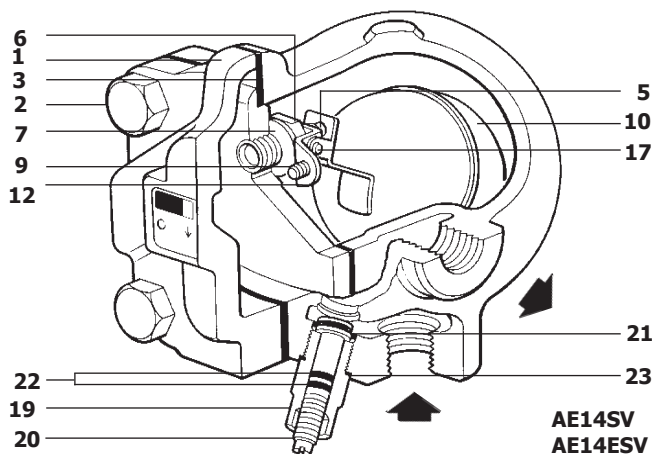

Рис. 2
- 3.4** Воздушник должен устанавливаться вертикально так, чтобы вход находился снизу. Во время нормальной работы, а также если внутри корпуса воздушника соберется грязь, воздушник может начать пропускать не только воздух но и воду. Поэтому выход должен быть заведен в безопасное место (см. рис. 2).